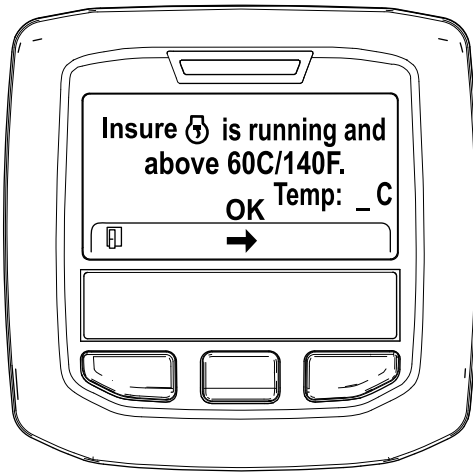

Bild 47
5. Wenn die Kühlmitteltemperatur unter 60°C liegt, wird die Meldung „Insure is running and above 60C/140F“ angezeigt (Bild 47).